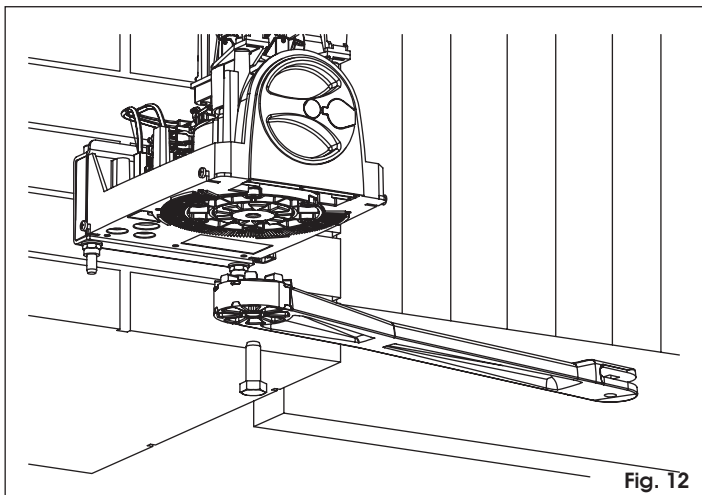

Fig. 12
6. Monter le bras droit (Fig. 12) avec la vis spécifique fournie.
**👉** Pour un fonctionnement correct, serrer les deux vis de fixation (Fig. 12 réf. ①) puis les desserrer d'environ 1/2 tour pour permettre la rotation des bras sans frottements.